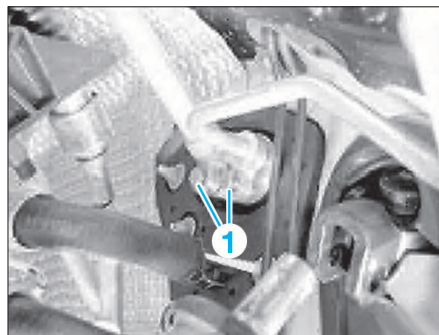

FIG. 29
- Déposer les vis de fixation (1) (Fig.29).